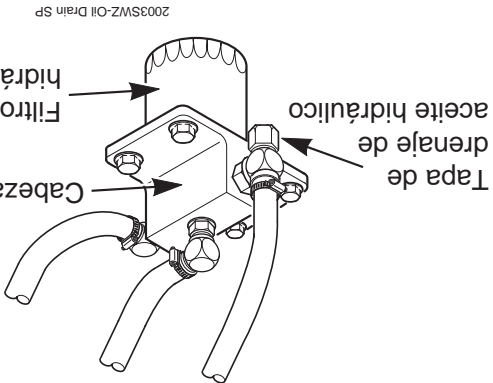

Figura 15 Tapa de drenaje de aceite hidráulico
2. Coloque un recipiente adecuado debajo del drenaje de aceite hidráulico. Quite la tapa del depósito de aceite hidráulico. Retire la tapa de drenaje del accesorio en T ubicado en el cabezal del filtro del sistema hidráulico. (Vea la Figura 15). Permita drenar el fluido en el recipiente y deséchelo apropiadamente.
1. Quite el elemento del filtro de aceite (Figura 15, Página 16) y deséchelo adecuadamente. Llene el nuevo filtro con aceite limpio de motor e instálelo. Apriételo a mano solamente.